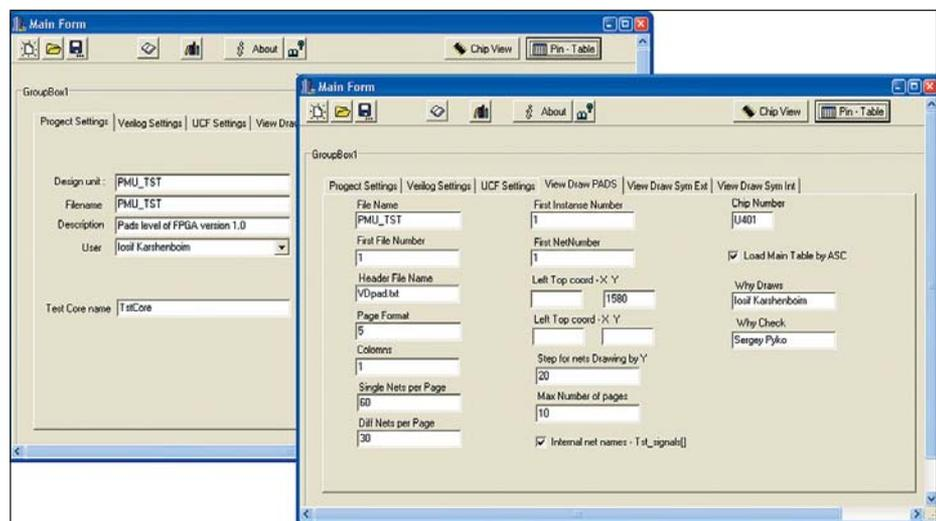

Рис. 5. Внешний вид окон программы, предназначенных для установки параметров
6. После того как базы данных созданы, программа позволяет выполнить различные настройки, необходимые для генерации выходных файлов. Внешний вид окон программы, предназначенных для установки параметров, приведен на рис. 5.